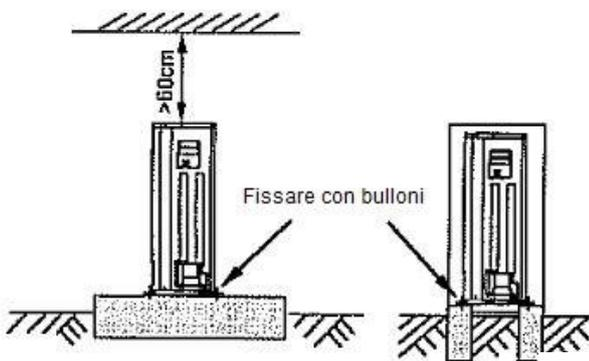

Fig. 6-6
- Creare delle fondamenta in calcestruzzo secondo le specifiche delle unità esterne. (Vedere la Fig. 6-6)
- Fissare con decisione i piedi di questa unità con bulloni per evitare il crollo in caso di terremoto o di forte vento. (Vedere la Fig. 6-6)